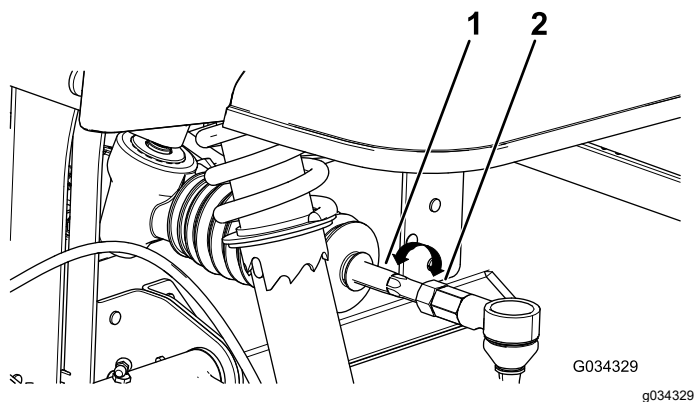

图 48
4. 如果测量值超出 $0 \pm 3\text{mm}$ 应松开横拉杆外端的锁紧螺母 图 48。